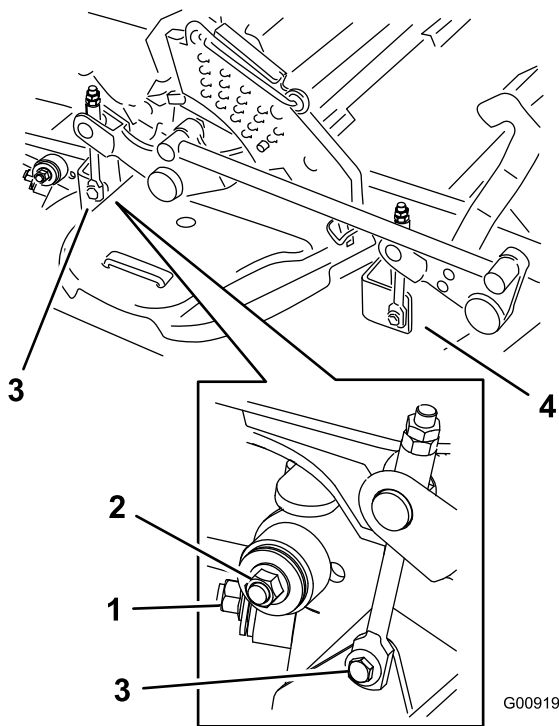

Figure 97
8. Enlevez et mettez de côté les fixations des deux côtés du plateau, comme montré à la Figure 97.